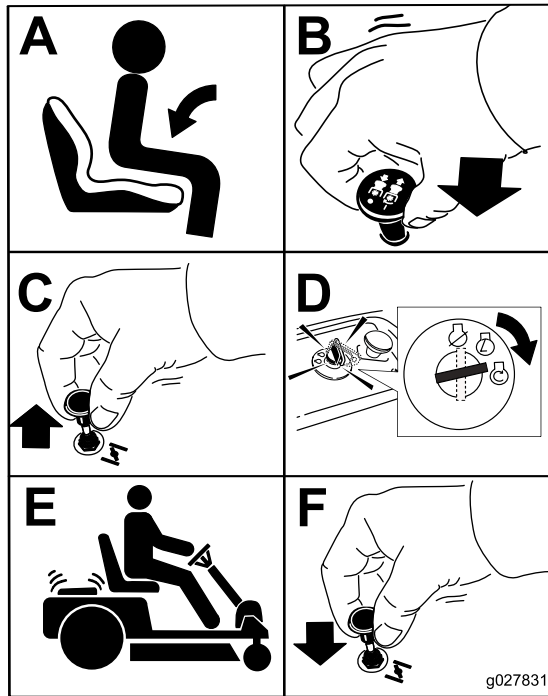

Figura 26
1. Desengrane las cuchillas moviendo el mando de control de las cuchillas a la posición de DESENGRANADO (Figura 26).